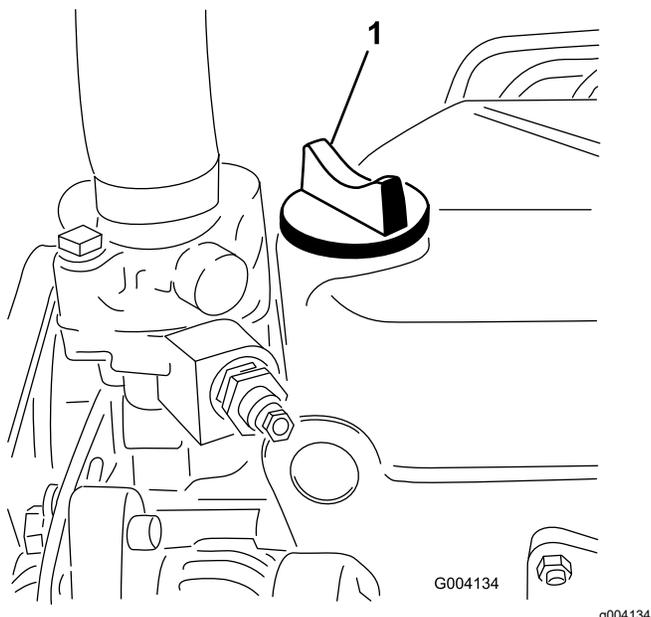

Рисунок 77
5. Если уровень масла ниже отметки Full (Полный), снимите крышку заливной горловины (Рисунок 77) и добавляйте масло до тех пор, пока его уровень не достигнет отметки Full (Полный) на масломерном щупе.